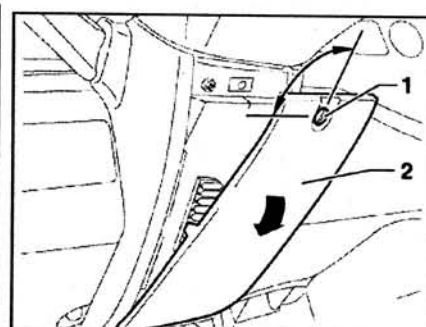

Рис. 6.3. Поверните винт 1 на 90° вправо. Откройте крышку 2 блока реле и предохранителей и снимите ее.
6. Поверните винт 1 на 90° вправо (рис. 6.3). Откройте крышку 2 блока реле и предохранителей и снимите ее.